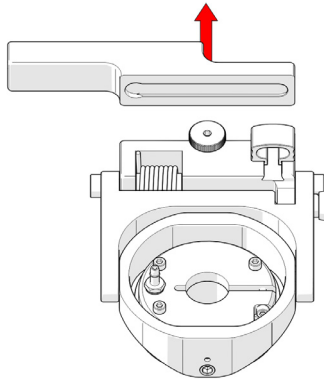

Abbildung 2-37 Entfernen der Halterung
3. Entfernen Sie die Halterung (siehe Abbildung 2-37 auf Seite 74).